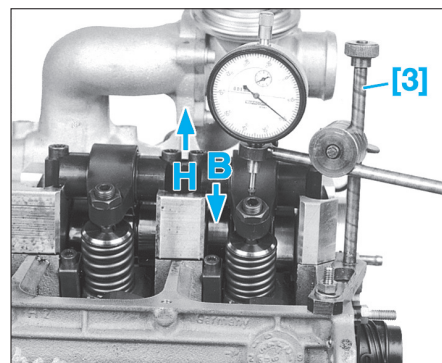

Fig. 26
- Mettre en place un comparateur muni d'un pied approprié, palpeur en appui sur la vis de réglage de l'injecteur-pompe (Fig.26).
- Dans cette position, le rouleau du culbuteur se trouve au maximum vers le haut (H) et le palpeur du comparateur se trouve au maximum vers le bas (B), déposer le comparateur.